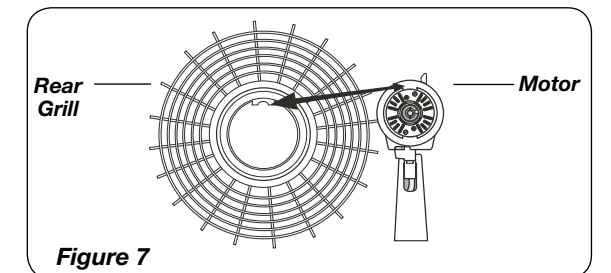

Figura 7
1. Inclinarla **Cabeza del Ventilador** hacia atrás. Coloque la **Rejilla Trasera** en el **Motor**. (Figura 7)